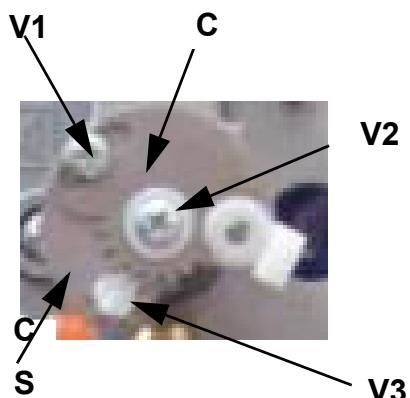

Fig. 18
- 15 Per correggere, eventualmente, la portata del gas, impostata ai punti 1 e 2 del paragrafo, allentare la vite **V1** (Fig. 18) e regolare l'angolo di apertura della valvola a farfalla ruotando la piastrina **C**, agendo sulla vite **V3** (la rotazione oraria diminuisce la portata del gas, quella antioraria la aumenta). L'indice **S** indica l'angolo di apertura.